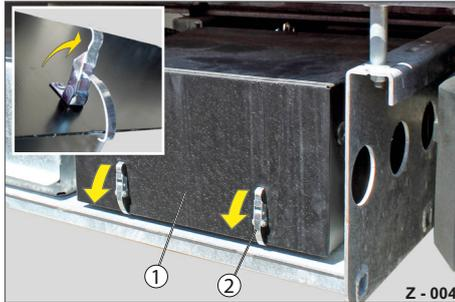

Abb. 4 Abdeckung entriegeln
- ▶ Ziehen Sie die Verschlüsse (Abb. 4/2) auf.